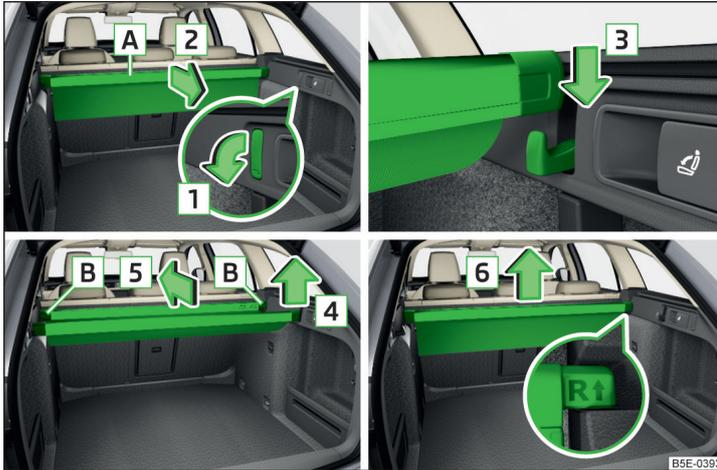

Abb. 110 Multifunktions tasche herausziehen/einsetzen/einschieben/ herausnehmen
- Die vorderen Haken an beiden Gepäckraumseiten in Pfeilrichtung **1** nach unten klappen » Abb. 110.
- Die hintere Leiste von den Haken in Pfeilrichtung **4** abnehmen » Abb. 110.
- Die Multifunktions tasche aus den Aufnahmen in Pfeilrichtung **6** herausnehmen » Abb. 110.